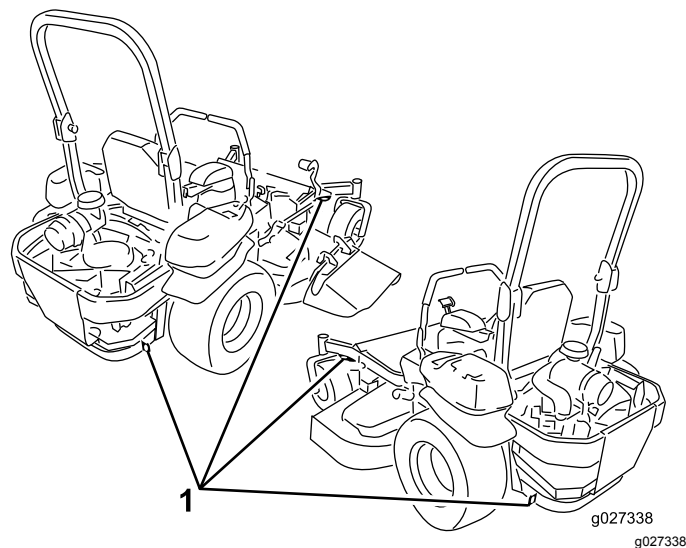

Figure 38
6. Arrimez la machine près des roues pivotantes avant et du pare-chocs arrière à l'aide de sangles, chaînes, câbles ou cordes (Figure 38). Reportez-vous à la réglementation locale concernant les exigences en matière d'arrimage.